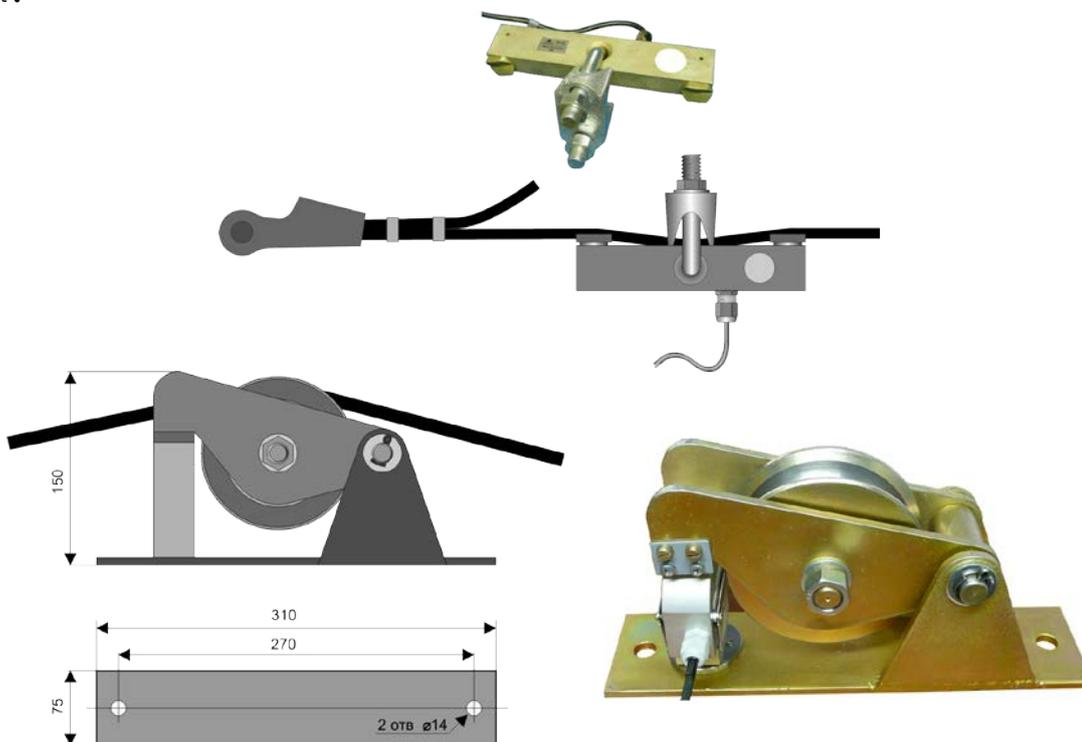

Рис. 5
6.5. Датчики веса, Рис.5, преобразует усилие, создаваемое в грузовом канате массой поднимаемого груза, в электрический сигнал. В данной модификации АС-АОГ-01м+ используются два датчика веса, по одному на каждый из допустимых в данной конфигурации стрелового оборудования видов подъема: ролик (АС-ДУС-06.1) обслуживает основной подъем, а датчик типа ДНК (АС-ДУС-04.3) вспомогательный подъем или гусек.